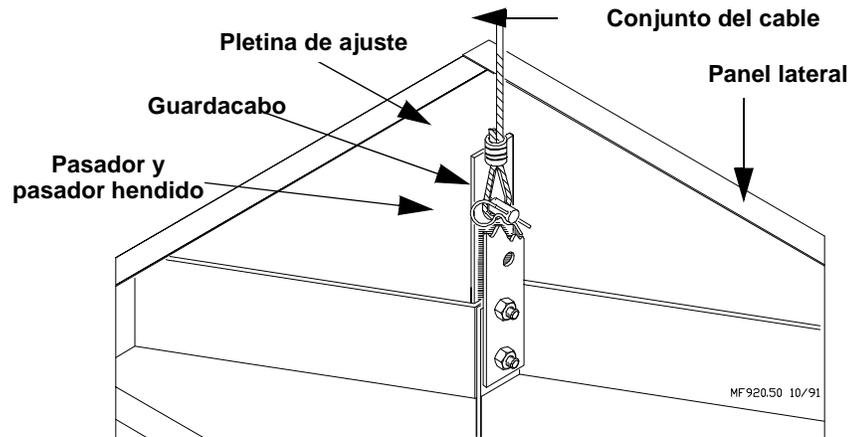

Figura 13. (Vista de arriba de la tolva)
6. Para suspender la tolva se provee un conjunto de cable (incluyendo 6 m (20 pies) de cable, un acoplador y un guardacabo de 5/32 pulg). La **Figura 13** muestra los componentes de suspensión armados. El pasador debe quedar ubicado en el agujero central de las pletinas de ajuste.